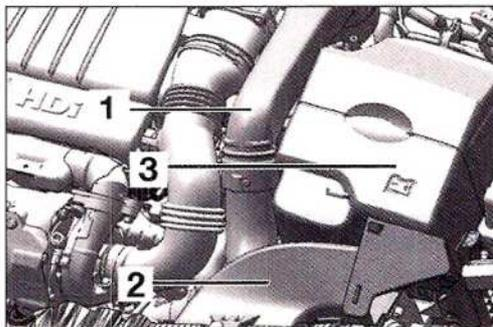

FIG. 1
- Las conexiones de entrada de aire (1) y (2) (Fig.1).